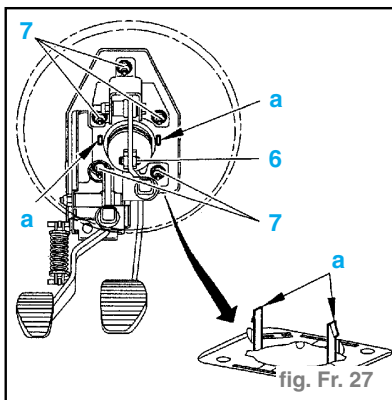

fig. Fr. 27
- Déposer l'axe (6) maintenu par une agrafe élastique. (fig. Fr. 27)